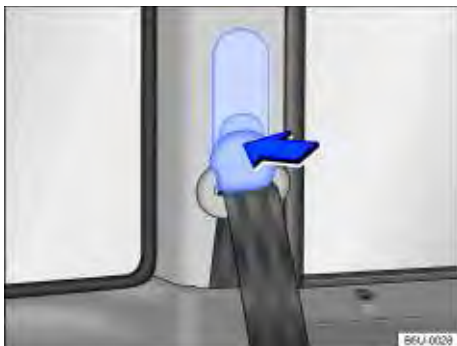

Fig. 58 Ao lado dos bancos: regulagem de altura do cinto de segurança.
- Pressionar o dispositivo regulador no sentido da seta e mantê-lo pressionado ⇒ Fig. 58.